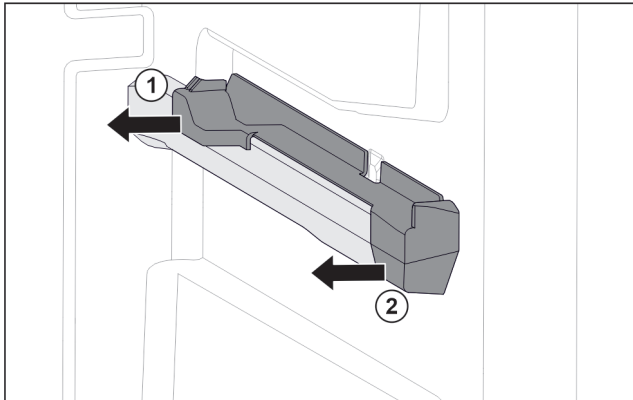

Fig. 73 Påsettsingsdel på høyre beholderribbe
- Trekk av påsettsingsdel bak til siden. Fig. 73 (1)
- Trekk av påsettsingsdel foran til siden. Fig. 73 (2)